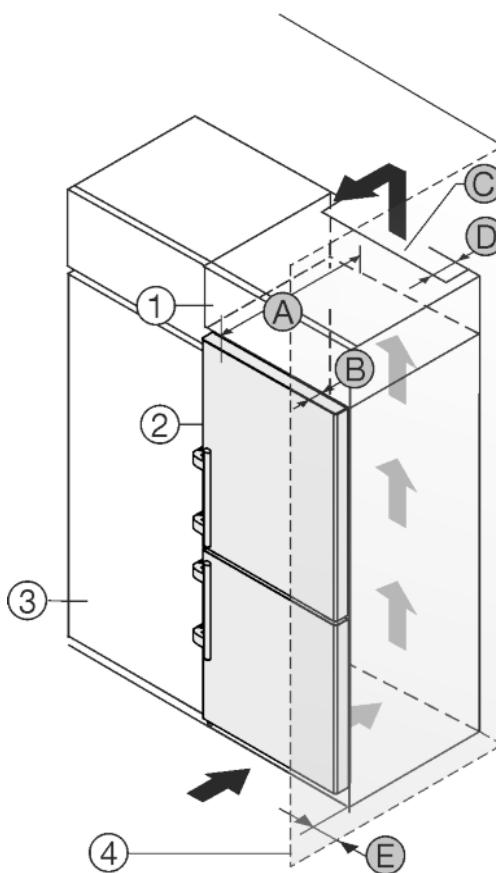

Fig. 26
L'appareil peut être réagencé avec des buffets de cuisine. Pour adapter l'appareil Fig. 26 (2) à la hauteur du coin cuisine, une rehausse Fig. 26 (1) peut être posée sur l'appareil.
L'appareil peut être installé directement à côté du buffet de cuisine Fig. 26 (3). Pour pouvoir ouvrir complètement les portes, l'appareil doit déborder de la profondeur Fig. 26 (B) par rapport à la façade du buffet. L'appareil peut déborder encore plus en fonction de la profondeur des buffets et de l'utilisation de cales d'épaisseur.
- Une sortie d'air avec la profondeur Fig. 26 (D) doit être présente au dos de la rehausse sur toute sa largeur.
- La section de ventilation Fig. 26 (C)sous plafond doit être respectée.
Si l'appareil avec les charnières est installé près d'une paroi Fig. 26 (4), la distance Fig. 26 (E) entre l'appareil et la paroi doit être respectée. Ceci correspond à la sangle de la poignée avec la porte ouverte.